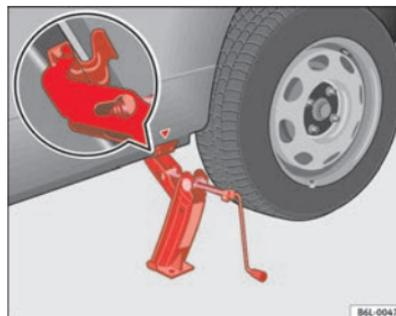

Fig. 126 Mise en place du cric
- Positionnez le cric de façon à ce que son crochet entoure le nerf du longeron inférieur et que la plaque mobile de sa base soit appuyée bien à plat sur le sol ⇒ page 218, fig. 126.